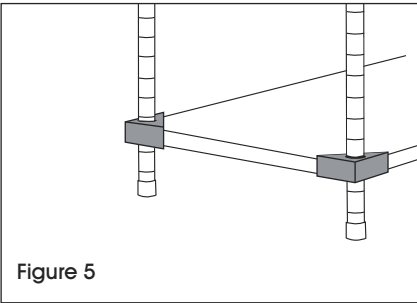

Figure 5
3. Stand unit upright. Gently tap shelf down to secure it. (See Figure 5)
2. Placez l'unité à la verticale. Tapotez délicatement la tablette vers le bas pour la fixer. (Voir Figure 5)